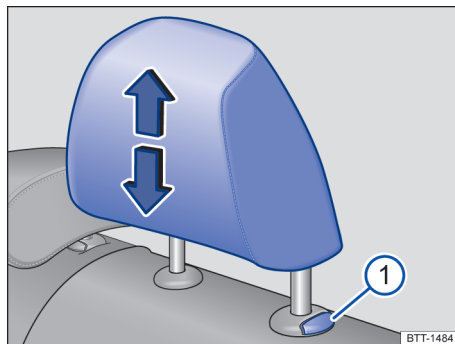
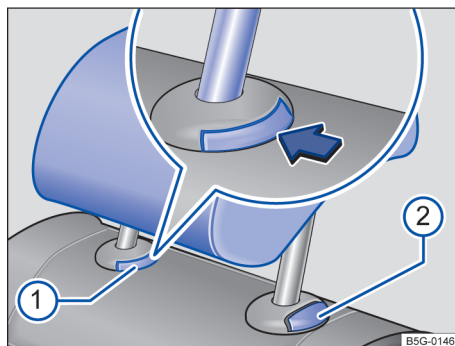

Fig. 78 En las plazas laterales traseras: desmontar el apoyacabezas.
Fig. 79 En la plaza central trasera: desmontar el apoyacabezas.
2. Extraiga el apoyacabezas completamente a la vez que presiona la tecla → fig. 78 ⓘ o → fig. 79 ⓘ.
2. Baje el apoyacabezas a la vez que presiona la tecla → fig. 78 ① o → fig. 79 ①.